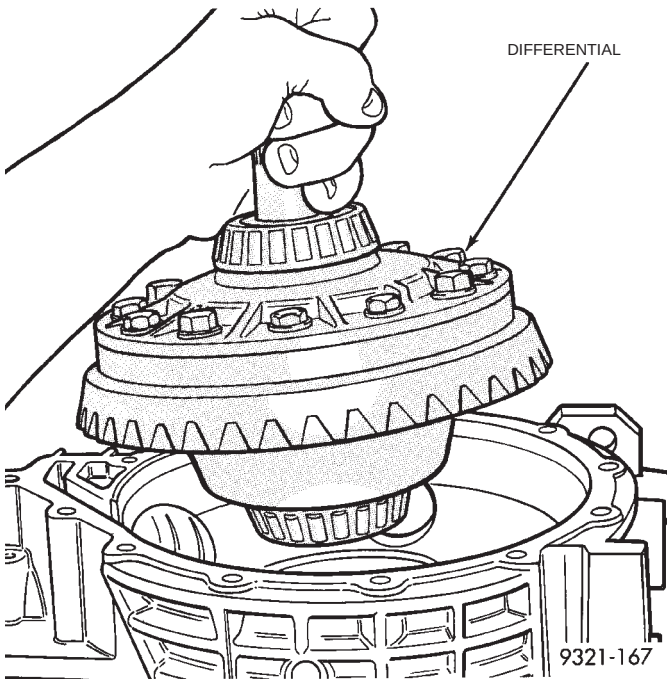

Abb. 316 Differential einbauen
(25) Differential in das Getriebegehäuse einbauen (Abb. 316).